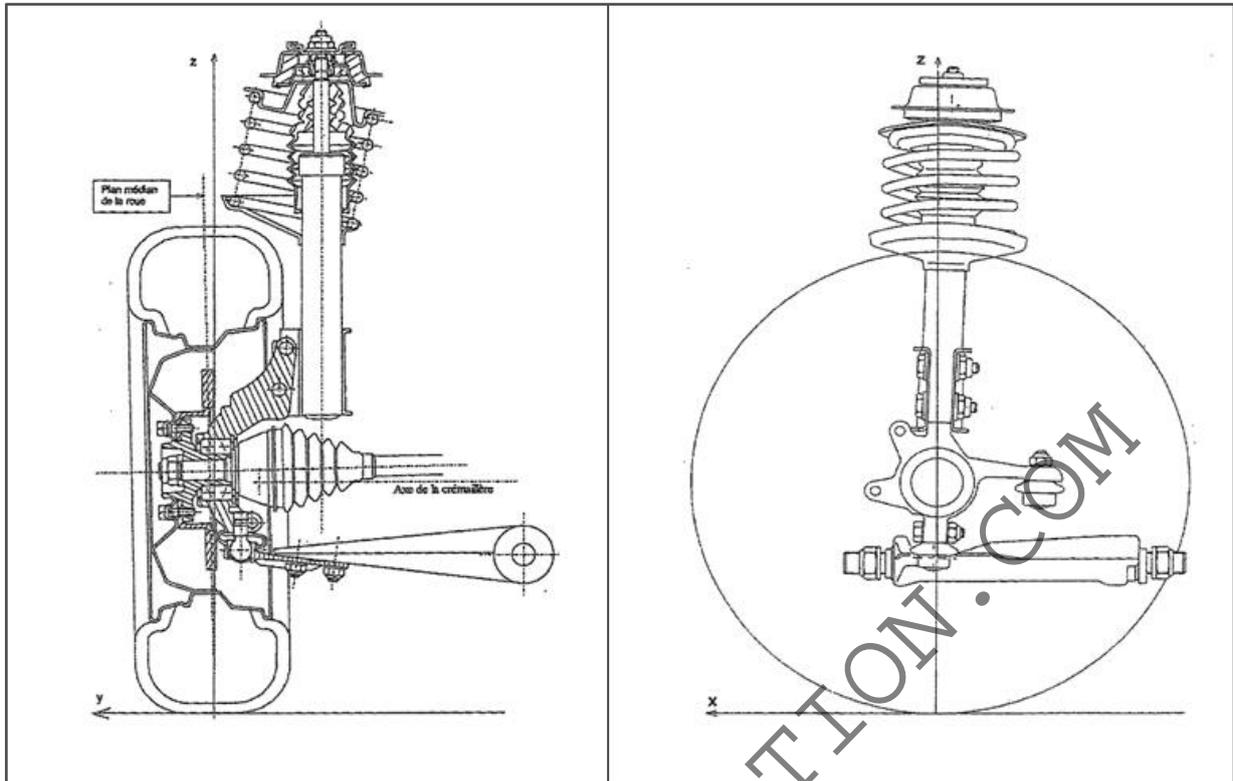

Figure 3
La **figure 3** ci-dessous vous présente les principaux organes du demi-train avant.
**I.2.4** Représenter sur la **figure 3** ci-dessus, les angles du train avant suivants: